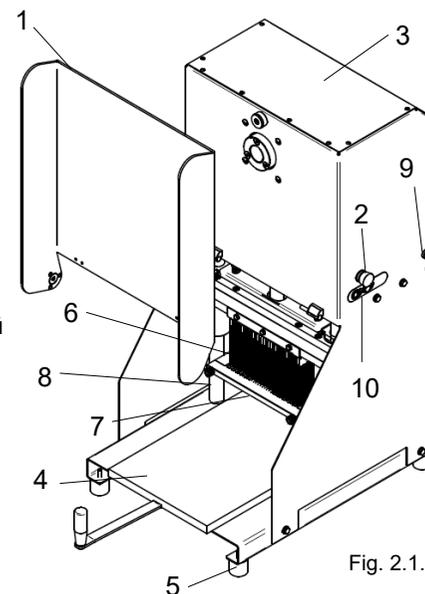

Fig. 2.1.1
**ВНИМАНИЕ!** Если разблокировка машины приведёт к зажиму блока ножей, нажмите кнопку реверса с правой стороны машины (см. рис. 2.1.1 поз. 9). При нажатии данной кнопки блок ножей изменит направление движения для высвобождения ножей из куска мяса.
Для облегчения понимания информации в руководстве, изложенной далее, на рис. 2.1.1 показаны основные компоненты машины.